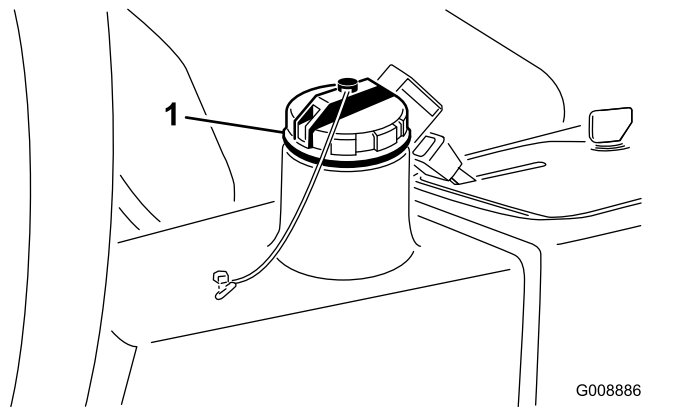

Figura 80
4. Llene el depósito (Figura 80) con aproximadamente 13,2 litros de aceite hidráulico; consulte Comprobación del sistema hidráulico (página 25).